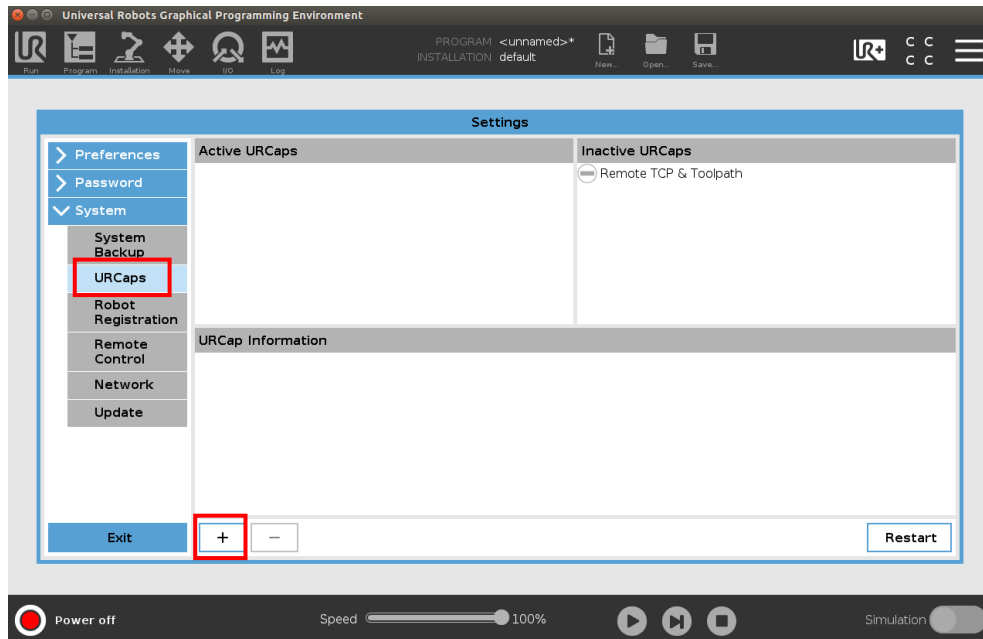

图 5.21 进入 URCaps 界面
3. 点击系统设置中的 **URCaps** 按钮, 在 **URCaps** 界面中点击+按钮, 如图 5.21 所示。